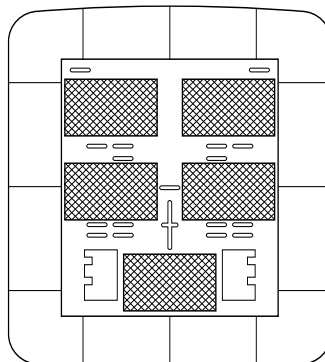

Figura 3
9. Coloque la cinta adhesiva doble en el respaldo de la distribuidora como se ilustra en la figura 3.